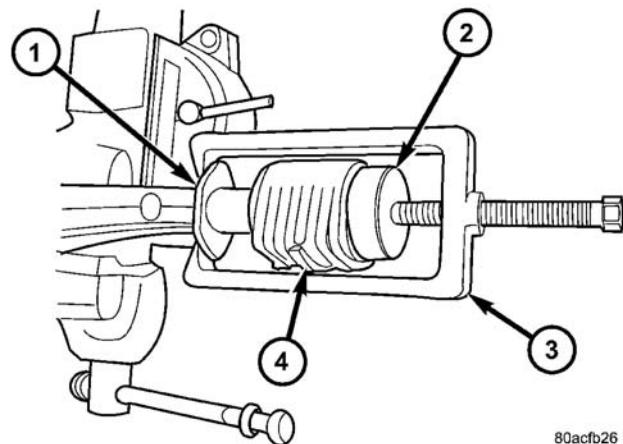

图 27 液压衬套安装
(3) 将拆卸器 / 安装器 (专用工具 8460) 安装到衬套和下控制臂上, 如图所示 (图 27)。用桥式工具的杆顶端 (专用工具 8460-1) 夹住下控制臂上的凸缘, 如图所示。安装器盖 (专用工具 8460-2) 的轮廓侧应装在衬套的后部。